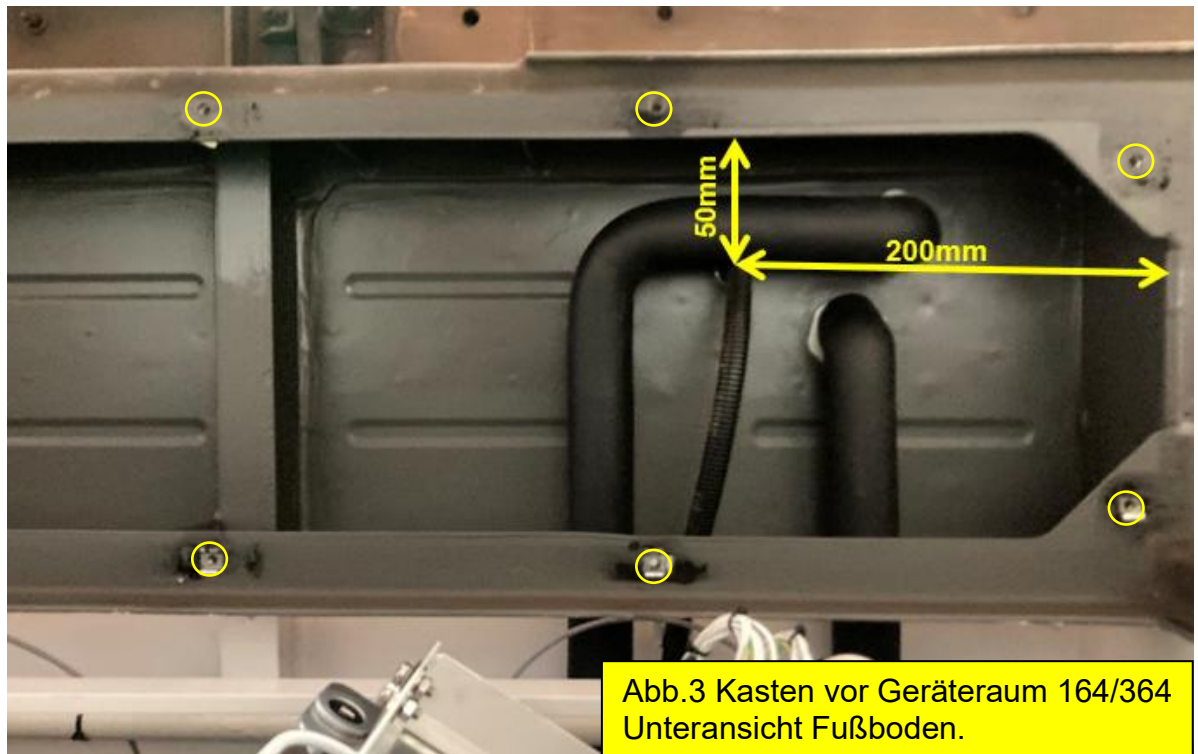

Abb.3 Kasten vor Geräteraum 164/364 Unteransicht Fußboden.
Innensechskantschrauben lösen. (Abb.3)
- Außen vor dem Geräteraum 164/364: 200 mm von der rechten Kante und 50 mm von der vorderen Kante vorbohren (Abb.3).
- Blech vor dem Geräteraum 274 demontieren. (ähnlich Abb.3) 13x Innensechskantschrauben lösen.